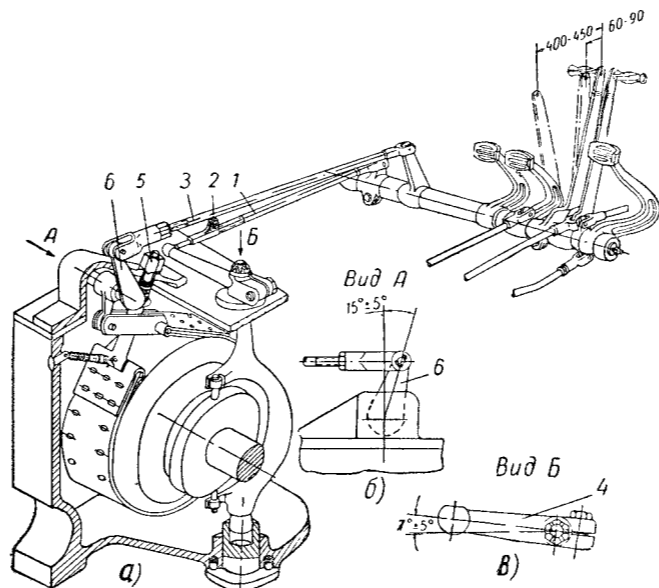

Рис. 40. Схема регулировки рычагов тормозов и муфт поворота:
Органы управления механизмами силовой передачи размещены в кабине тракториста и качаются на горизонтальном полом валу. К ним относятся (рис. 40) педаль 7
- б) отпустить стяжные винты 2 (рис. 40) наконечников тяг с шаровой головкой; уменьшить длину тяг 1, навинчивая наконечники, пока свободный ход рычагов не окажется в пределах 60—90 мм, после чего затянуть до отказа стяжные винты наконечников тяг;
- 2) изменением длины тормозных тяг установить задний рычаг 6 (рис. 40) каждого тормоза под углом  $15^\circ$  назад от вертикальной линии;